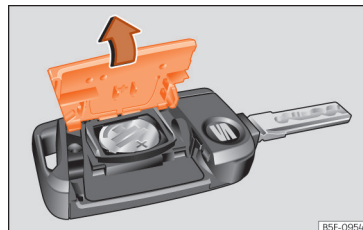

Рис. 66 Ключ автомобіля: відкривання відсіку для батарейки
- Зніміть тильну кришку (за стрілкою) »» рис. 66 ,»» ①.